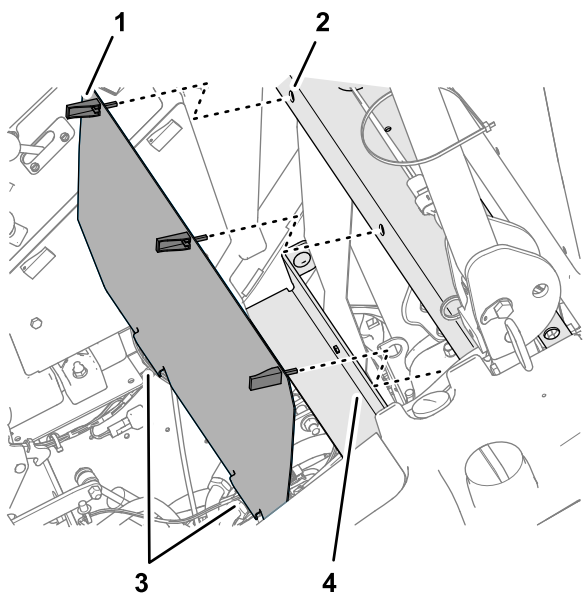

Figura 22
1. Alinee las 2 pestañas en la parte inferior del panel trasero con la brida del soporte del asiento (Figura 22).
2. Alinee los cierres del panel trasero con los taladros del canal transversal (Figura 22).
3. Fije el panel al canal con los 3 cierres (Figura 22).